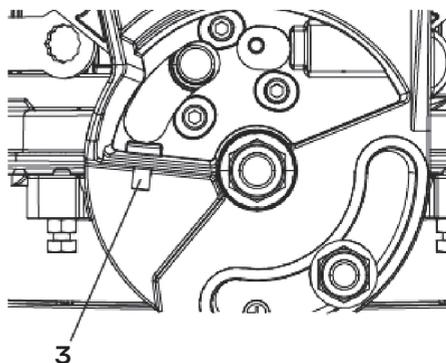

рис. 16
5. Если угол между диском и поворотным столом отклоняется от  $33,9^\circ$ , наклонить режущий блок пилы влево, подтянуть или ослабить шестигранный болт (3) в задней части пилы при помощи шестигранного ключа 3 мм, пока угол между диском и столом не станет равен  $33,9^\circ$  (рис. 16).